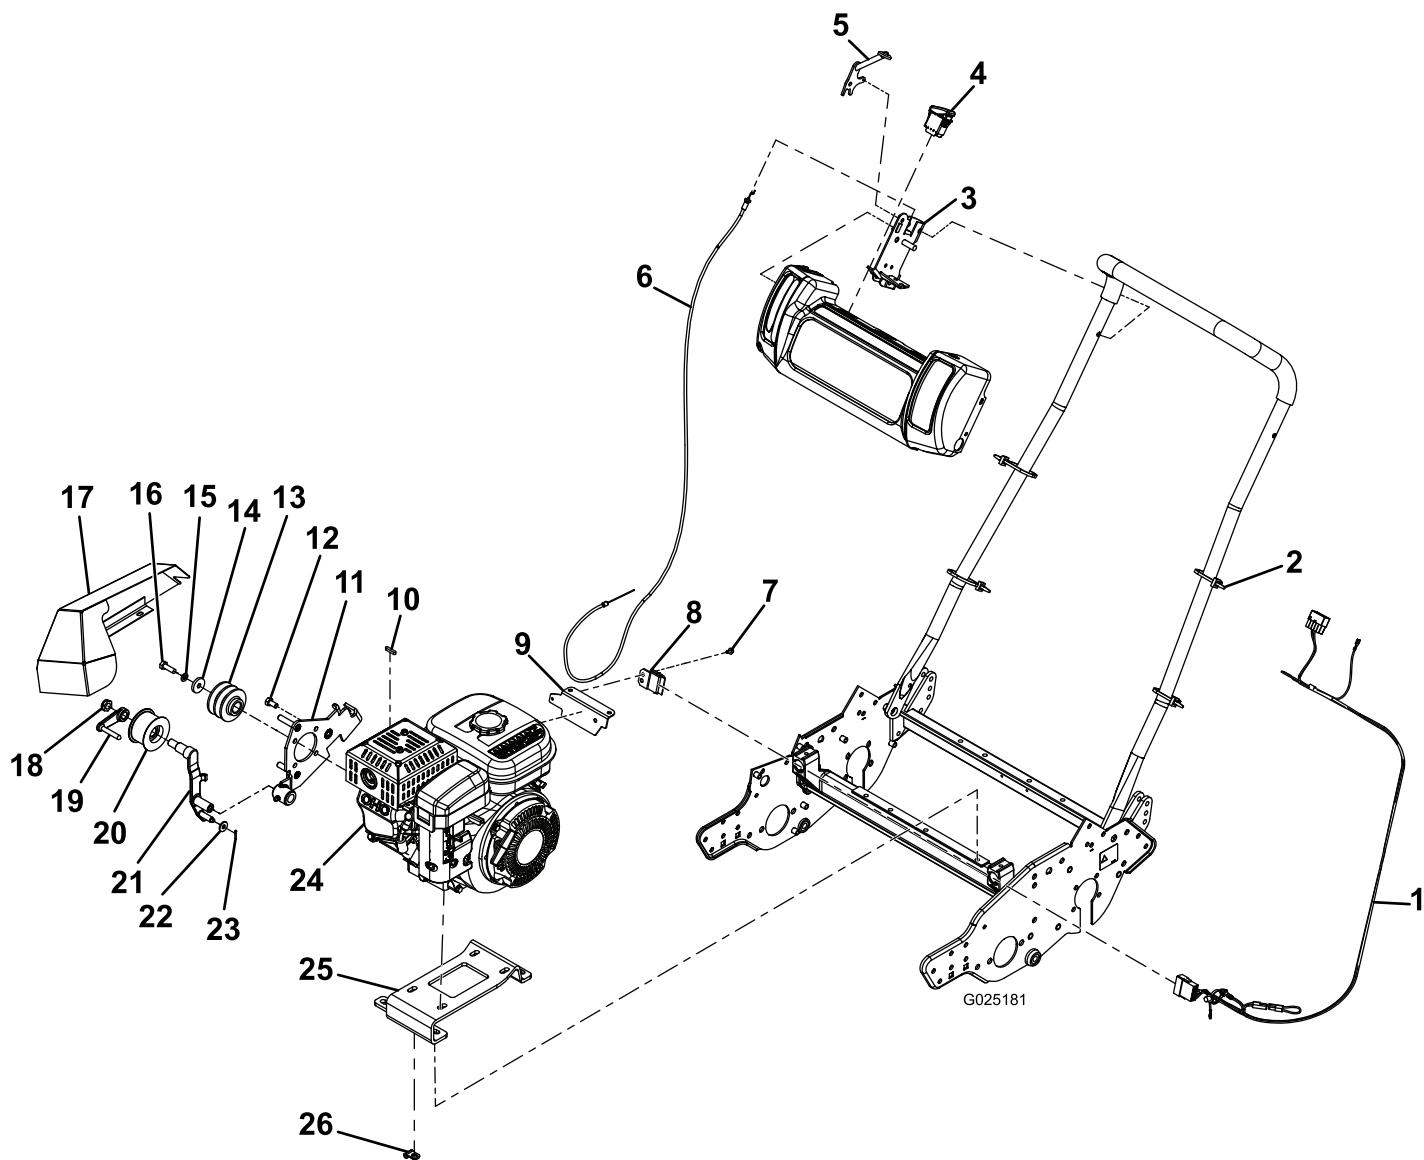

図 6
8. 燃料タンクに、ワイヤハーネスブラケットを取り付けるタンクをエンジンに固定している後部フランジナット2個を利用する図6。